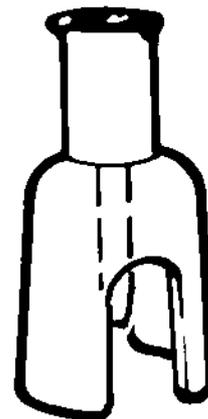

Figure 2 ■ Figure 2 ■ Abbildung 2 ■ Figura 2 ■ Figura 2 ■ Afbeelding 2 ■ Figur 2 ■ Figur 2 ■ Εικόνα 2
■ Figura 2 ■ Obrázek 2 ■ 2. ábra ■ Rysunek 2 ■ Obrázok 2 ■ Figur 2 ■ Kuva 2 ■ Фигура 2 ■ Figura 2
■ Joonis 2 ■ 2 pav. ■ 2. attēls. ■ Şekil 2 ■ Рисунок 2 ■ Slika 2 ■ 圖 2 ■ 圖 2 ■ 그림 2